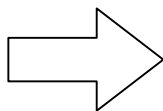

図 7-1
- ②上面カバーは、背面にて底部に引っかかっていますので、図 5-3 の DC5V 表示部の上部付近を押しながらロックをはずし、図 7-1 のように上面カバーを持って、上面カバーを引き上げて、開けてください。